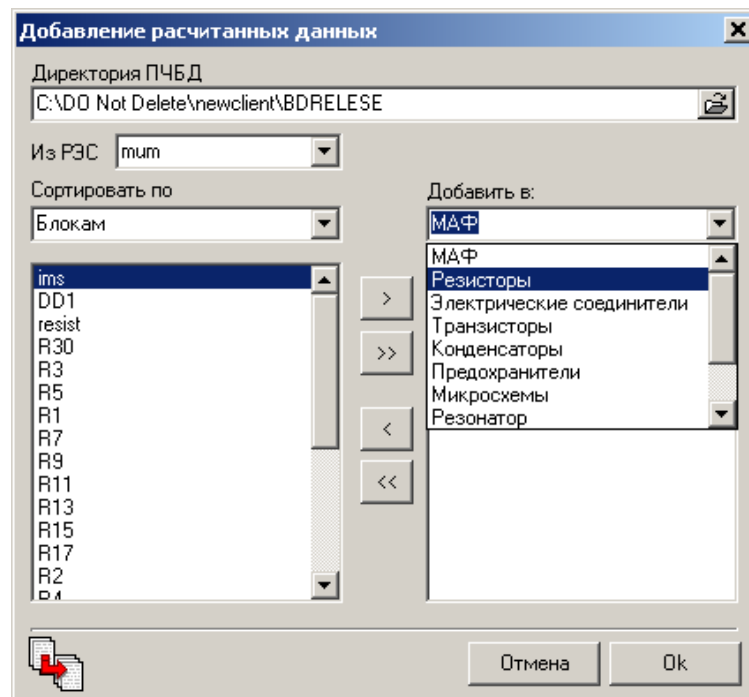

Рис. 3.43. Копирование СЧ из другого проекта
- В появившемся окне (см. рис. 3.43) Вам необходимо: